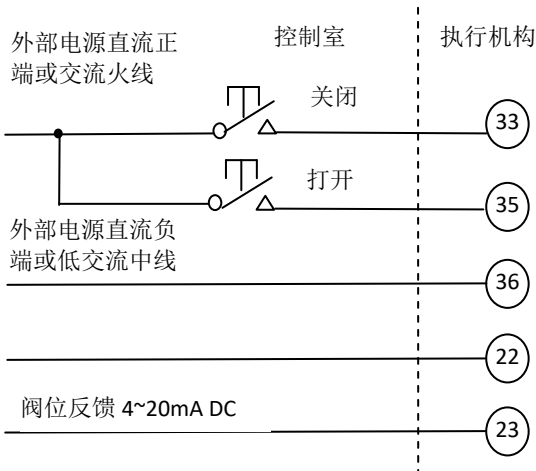

图 14-4 点动式打开/关闭控制, 执行机构可以停在中途任意位置
14.2.2 图 14-4~图 14-6 为外部 24~60V 直流或交流供电